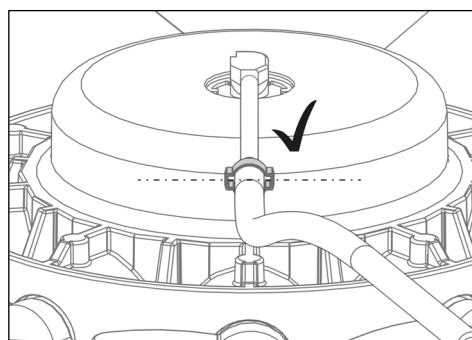

Fig. 17
- 10) Anbring slangeklemmen som vist på Fig. 17.